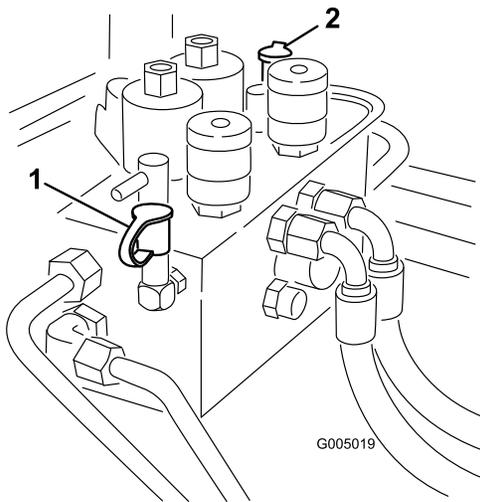

Bild 82
2. Mit dem Testanschluss B (Bild 82) wird der Hydraulikschaltkreis für die vorderen Mähwerke geprüft.
3. Mit dem Testanschluss C (Bild 82) wird der Hydraulikschaltkreis für die hinteren Mähwerke geprüft.